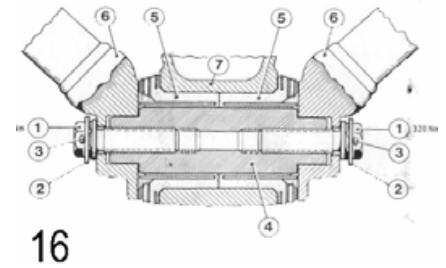

Рис.16
3. В 1985 году: Модифицирована опора подшипника, поворотный рычаг и резиново-металлический подшипник, рис. 16.